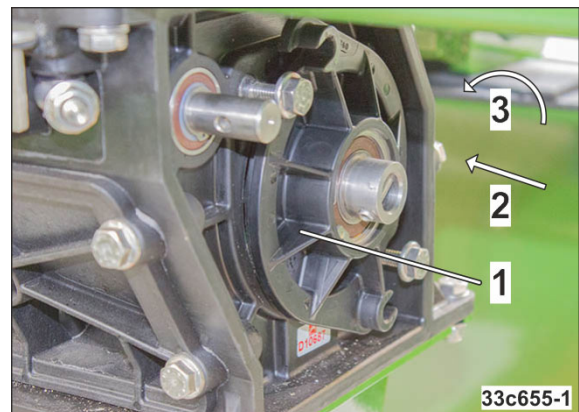

Bild 269
5. Stäng kåpans lock (Bild 269/1).